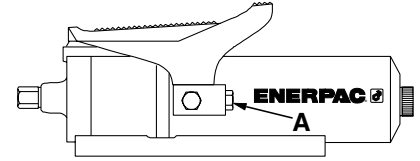

Abbildung 3
- Siehe Abbildung 3. Den Rohrverschluß von der schwenkbaren  $\frac{3}{8}$  Inch NPTF Hydraulikbuchse (A) abnehmen, und das Steckerende eines  $\frac{3}{8}$  Inch NPTF Hydraulik-Anschlußstücks einsetzen. Das Anschlußstück kann eine Hochdurchflußkupplung oder ein Schlauch- oder Meßelementadapter sein.